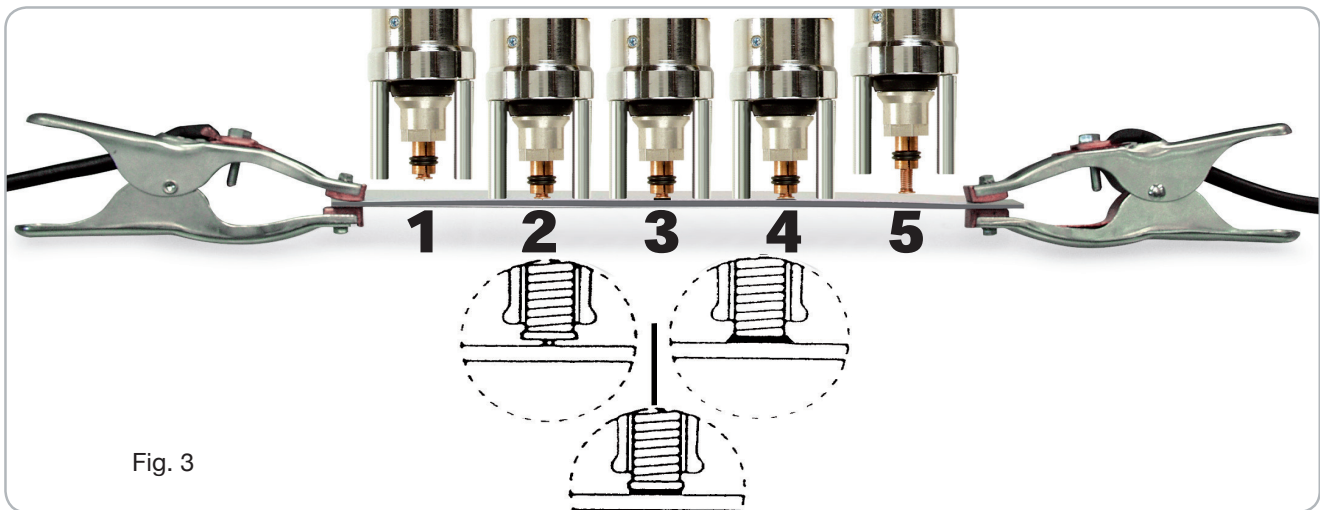

Fig. 3
**4 PRINCIPIO DI FUNZIONAMENTO DELLA SALDATURA DI PRIGIONIERI FILETTATI CON INNESCO A PUNTA DI ACCENSIONE (Fig. 3)**